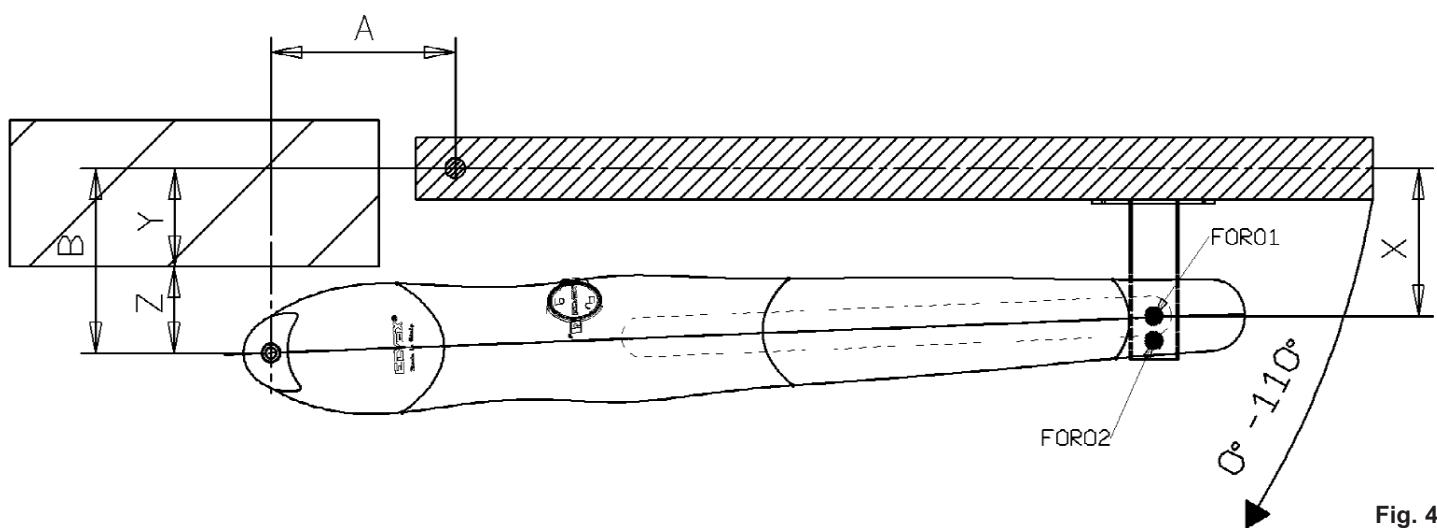

Fig. 4
- 2- Rilevare la misura B ottenuta dalla dimensione Y sommata alla quota Z degli interassi dei fori della staffa 1 - Fig. 4
- 3- Posizionare la staffa1 alla misura A rilevata da tabella in base alla scelta dell'angolo di apertura e B - Fig. 4.
- 7- Per una corretta tenuta in chiusura il valore di X deve essere minore di B - Fig. 4